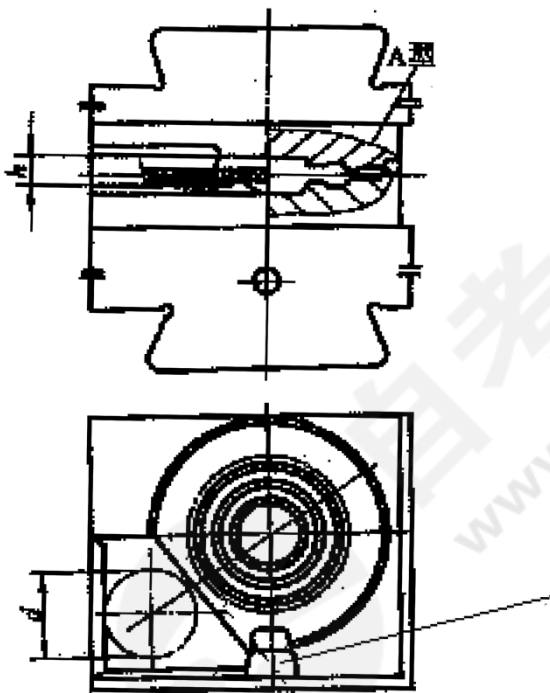

图 4
31.分析如图 4 所示锻模，回答下列问题：(1)指出飞边作用；(2)说明该模与模锻锤的连接方式，并回答为什么不用压板、螺栓等来连接？(3)指出制坯模膛名称。(4)指出引出线位置的名称、作用。（12 分）